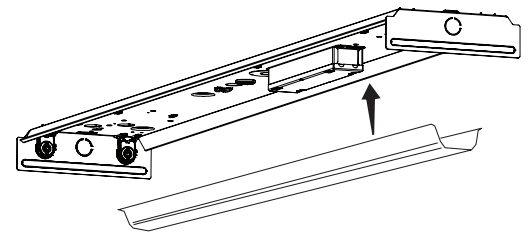

Fig. 6
**6** Replace wireway cover under tabs in fixture body. Make sure no wiring is pinched between cover and body (Fig. 6).
Replacer le couvercle de la goulotte guide-fils sous les pattes du corps de l'appareil. S'assurer qu'aucun câble n'est coincé entre le couvercle et le corps de l'appareil (Fig. 6).
Vuelva a colocar la tapa que cubre el cableado de la lámpara. Verifique que ningún cable quede atrapado entre la tapa y el cuerpo de la lámpara (Fig. 6).